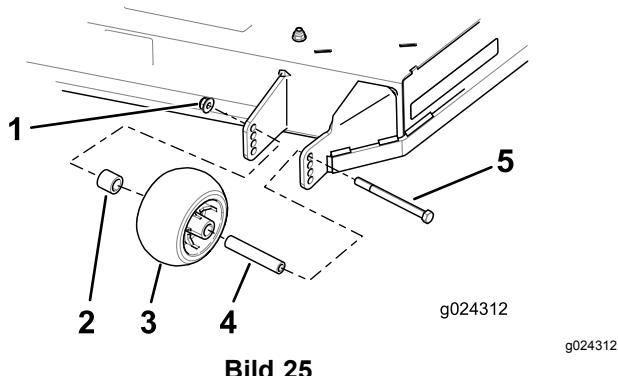

Bild 25
- Entfernen Sie die Bundmutter, die Antiskalpierrolle und die Schraube von der Halterung (Bild 25).
4. Fluchten Sie die Schraube und Antiskalpierrolle im Loch in der Halterung aus, das der Schnitthöhe am besten entspricht (Bild 25).
5. Stecken Sie die Schraube in das Halterungsloch und befestigen Sie die Schraube und Antiskalpierrolle mit der Bundmutter (Bild 25).